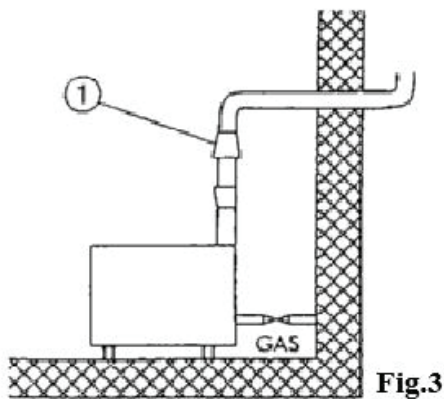
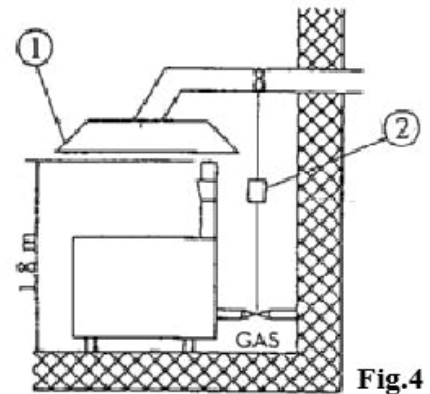

Fig.3
Fig.4
Natürliche Abführung (Abb.3)
Zwangsabführung (Abb.4)
- 1 Abzugsschacht mit Windschutz (Abb.3) - Abzugshaube (Abb.4)